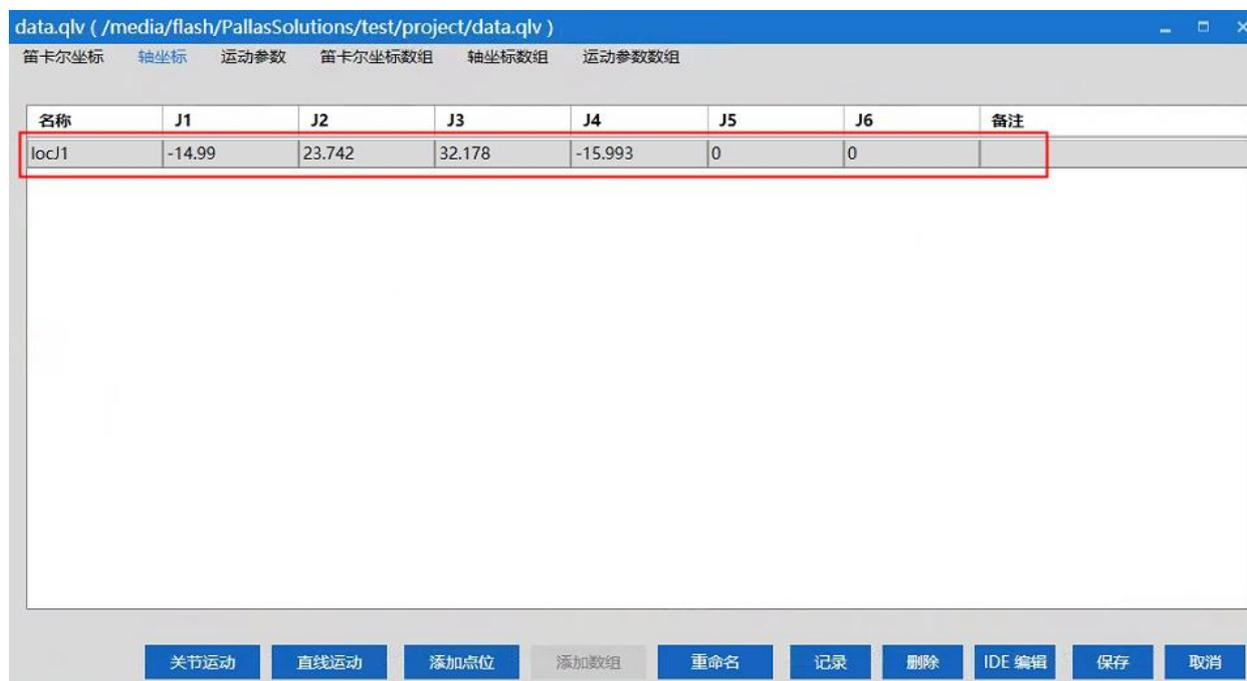

图 6-35 添加轴坐标点位
**步骤2** 添加轴坐标点位；在轴坐标中点击“添加点位”，在界面中会出现当前机器人轴坐标位置的点位信息，点位名称为默认名称，可以点击重命名修改，如图 6-35 所示。